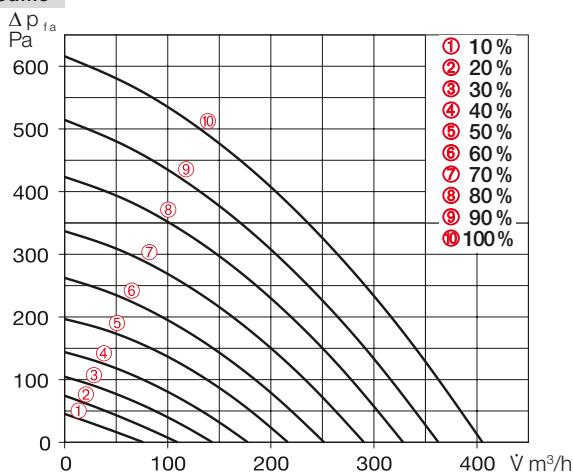
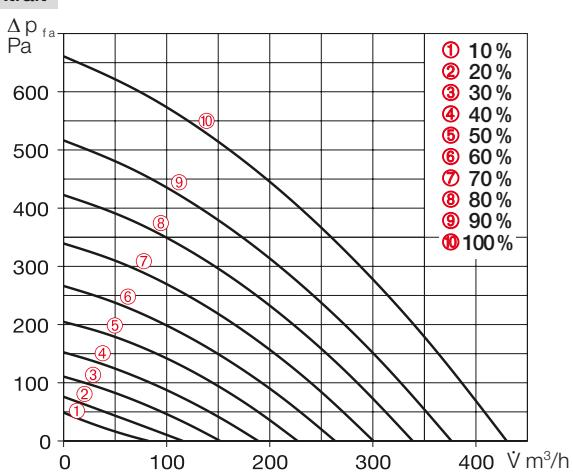
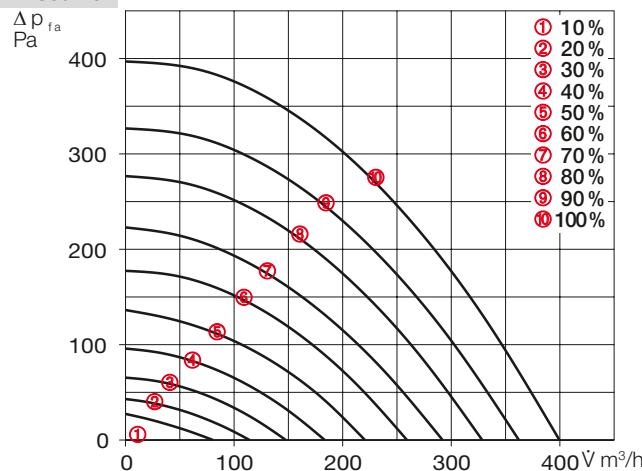
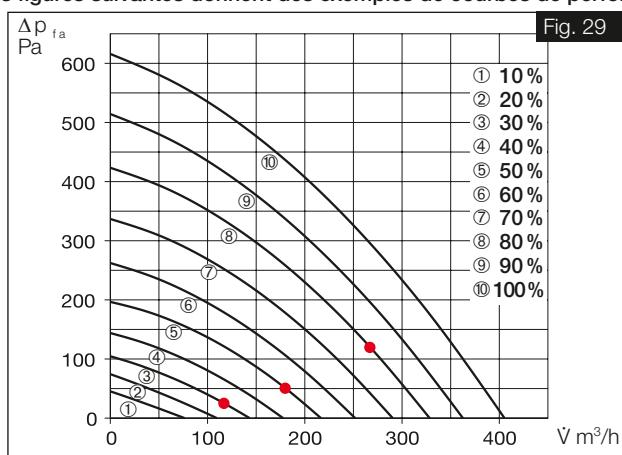

Fig. 23
Fig. 24
Fig. 25
Fig. 29
4. Entrer les pressions différentielles déterminées de la mesure de l'air soufflé et extérieur dans la courbe caractéristique de l'appareil pour l'air soufflé (voir Fig. 23 et Fig. 25), en fonction des performances du ventilateur enregistrées dans le profil de ventilation (voir Fig. 28 et Fig. 29).
5. Entrer les pressions différentielles déterminées de la mesure de l'air extrait et rejeté dans la courbe caractéristique de l'appareil pour l'air extrait (voir Fig. 24 et Fig. 26), en fonction des performances du ventilateur enregistrées dans le profil de ventilation (voir Fig. 28 et Fig. 29).